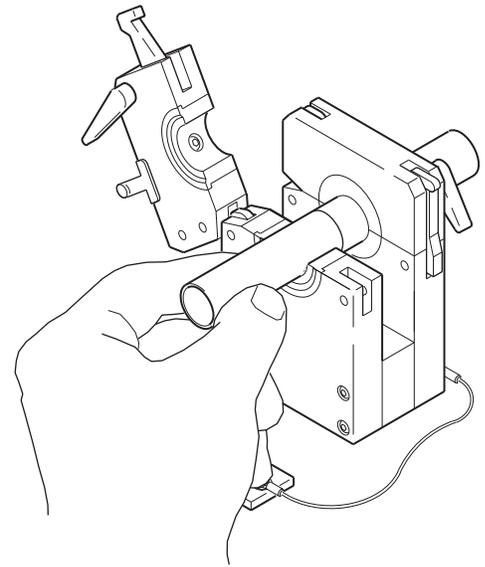

Abbildung 15 Einsetzen des zweiten Werkstücks
5. Lassen Sie das zweite Werkstück gegen das erste Werkstück stoßen und verriegeln Sie die obere Seitenplatte. Siehe Abbildung 15.